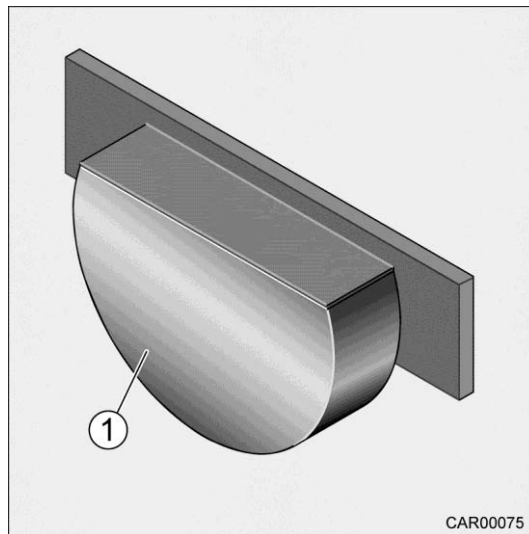

Fig. 169 Lampe avec une alimentation 12 V
1. Enlever le cache (Fig. 169/1).